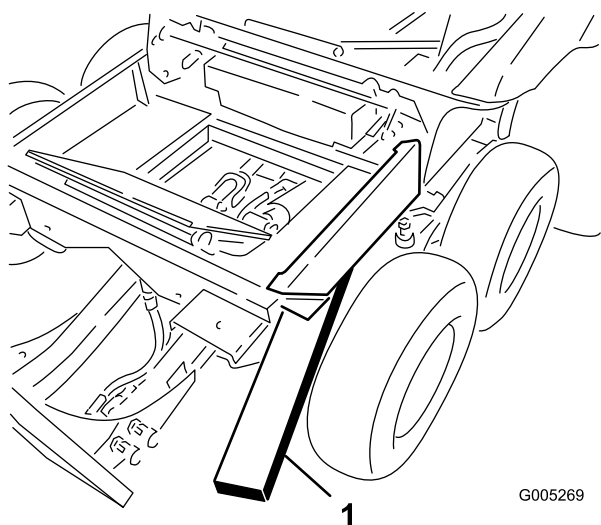

Figura 42
3. Insira um bloco de madeira entre o tampão do bogie dianteiro e a estrutura para inclinar a estrutura de inverno para trás (Figura 42).